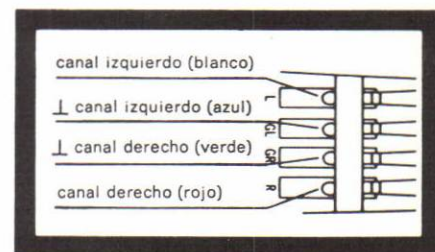

Fig. 15
4. Las conexiones del portacápsulas poseen una señalización por medio de colores (fig. 15). Conecte las clavijas de la cápsula con los contactos correspondientes del portacápsulas.